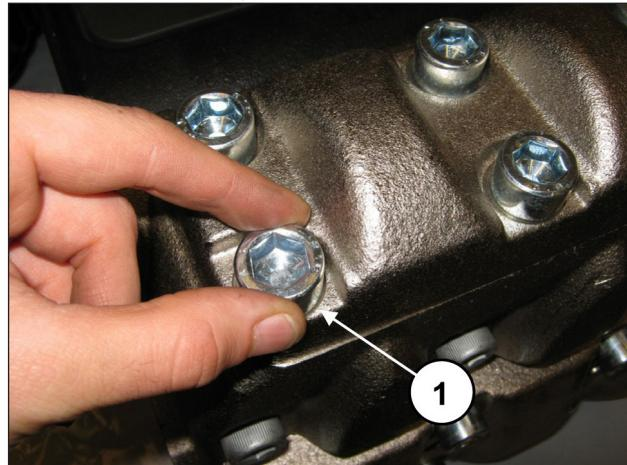
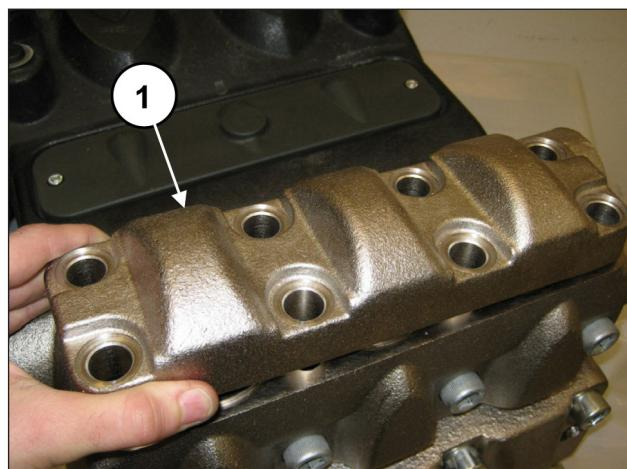

Fig. 133
Fig. 134
Aflojar los 8 tornillos M16x45 de la tapa de las válvulas de envío (pos. ①, Fig. 133) y desmontar la tapa (pos. ①, Fig. 134).